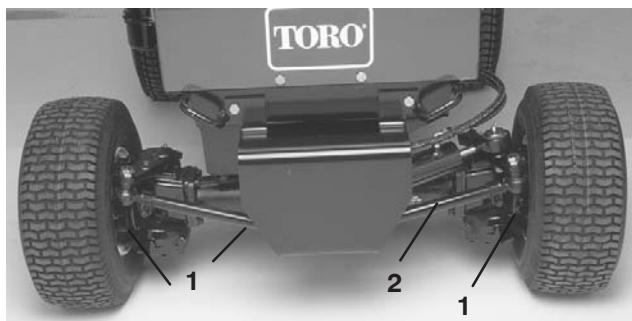

Bild 63
2. Reinigen Sie den Bereich um die drei Ablassschrauben, d.h. je eine an beiden Seiten und eine in der Mitte (Bild 63).
2. Entfernen Sie die Muttern, mit der eine der Spurstangen-Kugelgelenke an der Befestigungshalterung der Achse befestigt ist. Entfernen Sie das Kugelgelenk von der Achse (Bild 63).